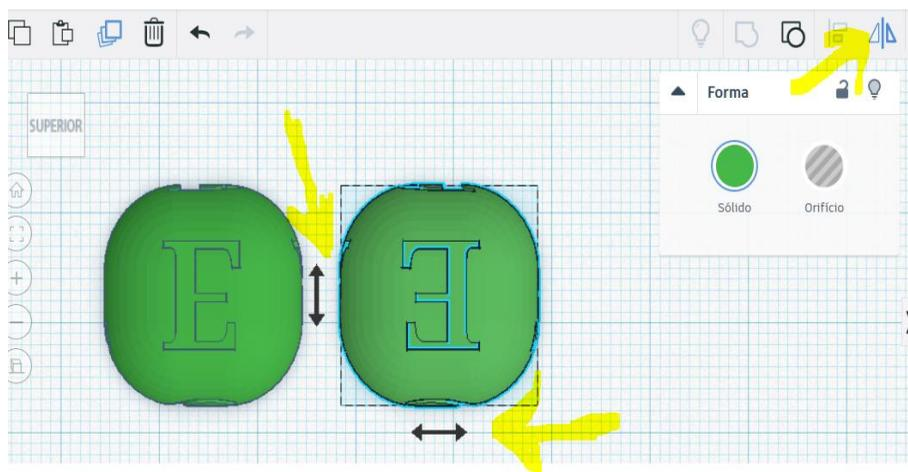

Figura 28. Espelhamento.
**Espelhamento.** Você pode fazer os objetos ficarem como se estivessem espelhados (ou seja, a direita virar esquerda etc.). Para isso, clique em um objeto e aperte a tecla M no teclado. Depois clique em uma das setas que aparecem ao lado do objeto para escolher de que lado se dará o espelhamento. Vide a Figura 28, em que temos o dado com letras replicado e outro, espelhado.